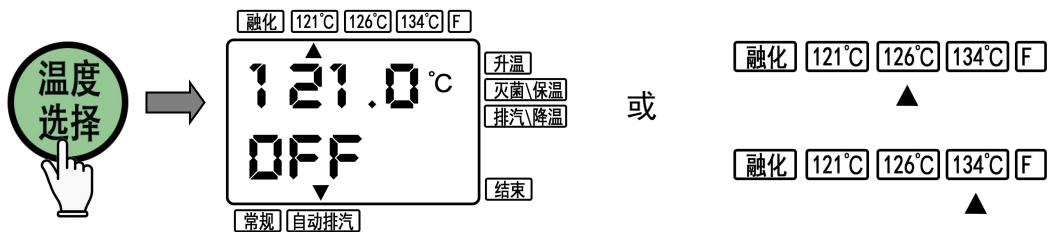

图 11
- ❶ 对散装的未经包扎的颗粒状、线条状或加热后易膨胀的物品严禁进入灭菌器内进行灭菌，否则容易堵塞安全阀气孔造成控压装置失灵而产生锅体爆裂事故。
- ❷ 严禁将强酸碱类物品、散装颗粒物、受热膨胀物品、易燃易爆物品、密闭的容器（尤其玻璃器皿类）、不耐高温的物品、易挥发、有毒、有污染以及不宜用蒸汽灭菌的物品等放入灭菌器内灭菌。
① 设置灭菌温度：根据灭菌物选择灭菌周期，本产品预设“121℃”、“126℃”、“134℃”三个一键制操作模式，按“温度选择键”选取所需的一键制温度（图 11）。注：一键制模式下灭菌温度都有相对应的灭菌默认时间，121℃—20min、126℃—15min、134℃—4min，融化功能请见第 7 章《控制面板说明》。